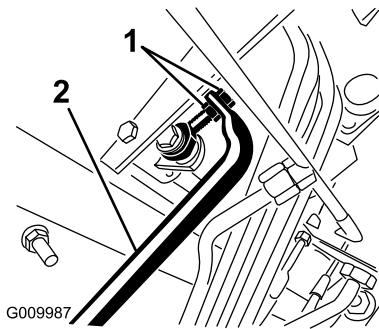

图 52
5. 调节泵杆端的锁紧螺母向前移动泵控制管防止前进向后移动泵控制管防止后退 (图 52)。